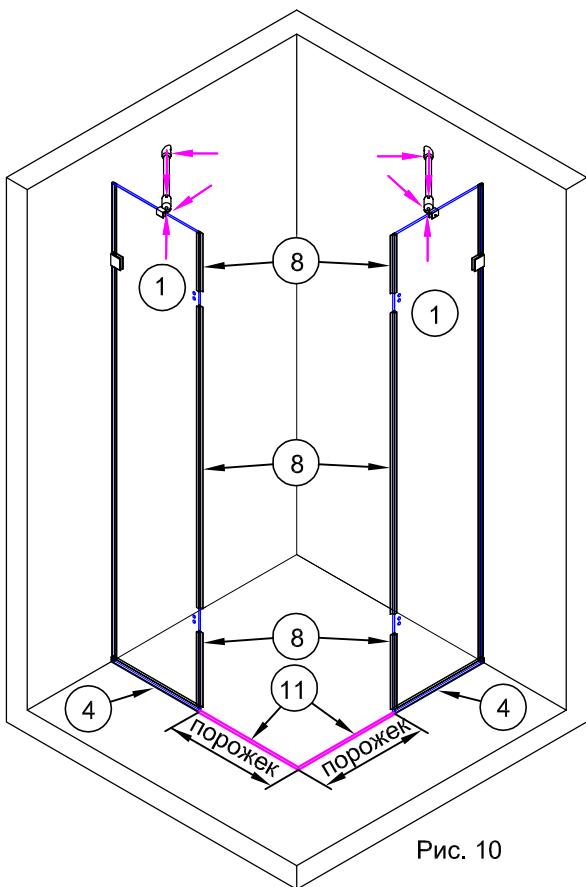

Рис. 10
3.6. Затянуть все фиксирующие винты на установленных на свои места собранных штангах (рис.10).
4.1. Установить на внешние торцы дверных панелей №1 уплотнитель №8 (рис.10). Между отрезками уплотнителя оставит промежутки под высоту петель №9, которые будут закреплены при установке дверей.
4.2. От внешних плоскостей обеих профилей №4 по полу провести линии установки порожков до их пересечения. В размер этих линий из заготовки вырезать два порожка №11 (рис.10). По линиям силиконовым герметиком приклейте порожки от торцов профилей №4 до их соединения (рис.10).